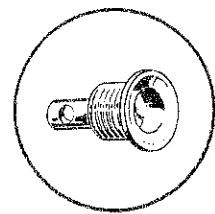

Fig. 3
1. Far ruotare il piano di lavoro verso l'esterno e svitare il tappo del foro di rifornimento sul coperchio cinematicismi (fig. 3).
1. Rotate the work-table towards the outside and unscrew the filler plug of the oil-hole, which is on the mechanism's cover (Fig. 3).